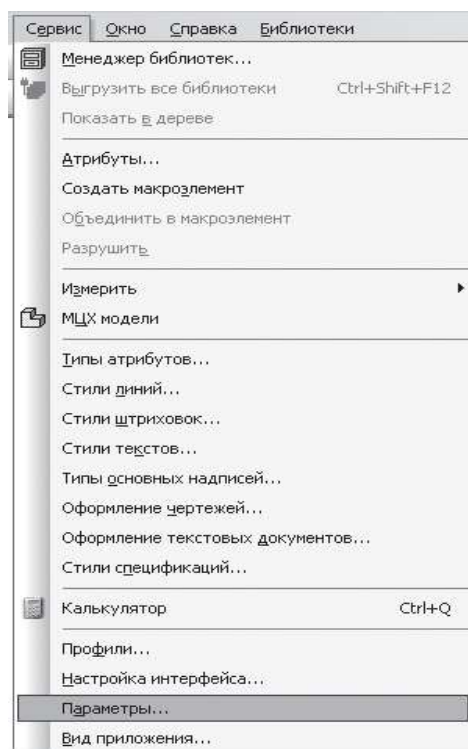

Рис. 9.13
- В строке меню выберите **Сервис ► Параметры** (рис. 9.13), после щелчка **ЛКМ** раскроется диалоговое окно, выберите **Текущая деталь ► Точность отрисовки и мЦХ** (массоцентровочная характеристика). В справочном поле диалога будет показан условный коэффициент точности отображения – количество треугольников, а в окне просмотра – изображение поверхности сферы при выбранной степени точности. Удерживая **ЛКМ**, переведите ползунок в положение **Точно**. Настроив точность отрисовки и расчетов, нажмите кнопку **ОК** диалога (рис. 9.14). Чем выше точность, тем более «гладким» выглядит изображение.
- В строке меню выберите **Сервис ▶ Параметры** (рис. 9.13), после щелчка **ЛКМ** раскроется диалоговое окно, выберите **Текущая деталь ▶ Точность отрисовки и мЦХ**. Удерживая **ЛКМ**, переведите ползунок в положение **Точно** и нажмите кнопку **ОК**.
- В строке меню выберите **Сервис ► Параметры** (рис. 9.13), после щелчка **ЛКМ** раскроется диалоговое окно, выберите **Текущая деталь ► Точность отрисовки и мЦХ**. Удерживая **ЛКМ**, переведите ползунок в положение **Точно** и нажмите кнопку **ОК**.